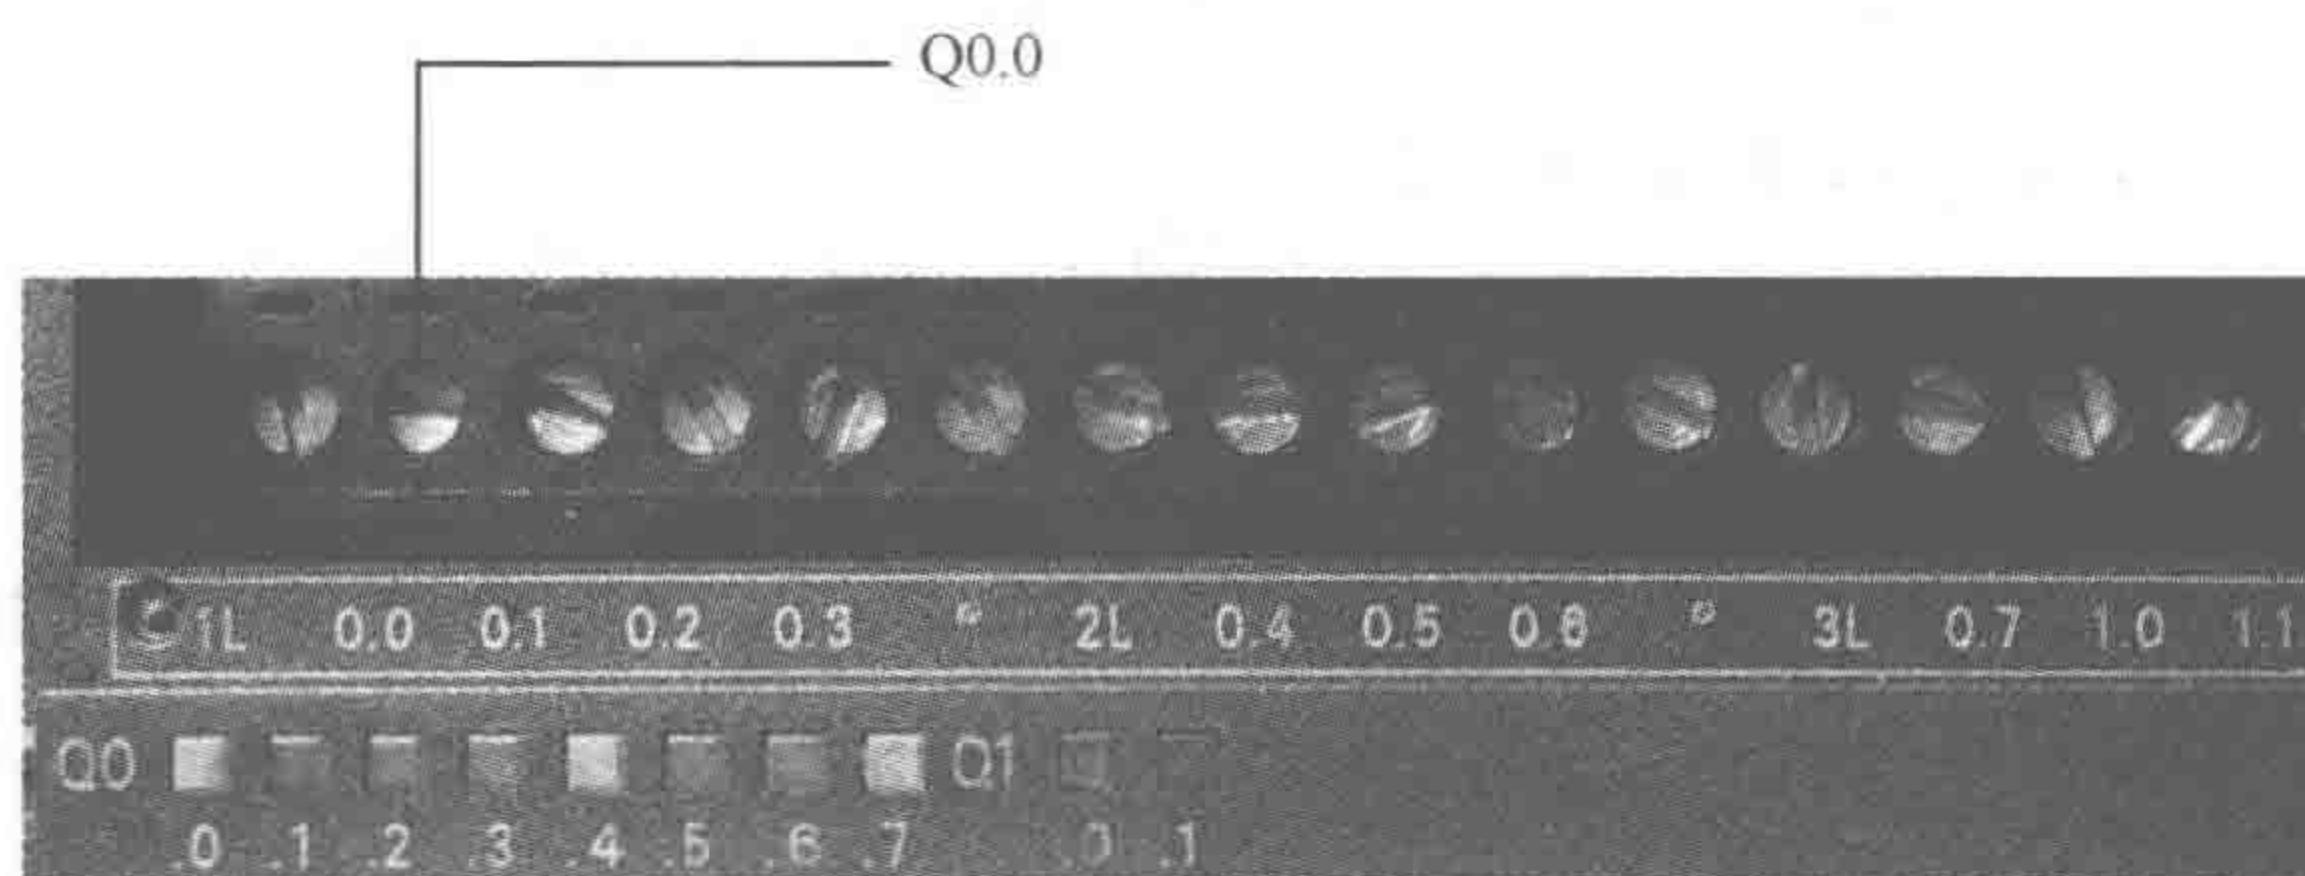

图 1-1-11 Q0.0 的物理输出点
(1) 位:Q[字节地址],[位地址],例如:Q0.0(图 1-1-11)。
(2) 字节、字或双字: Q[数据长度],[起始字节地址],例如: QB0。